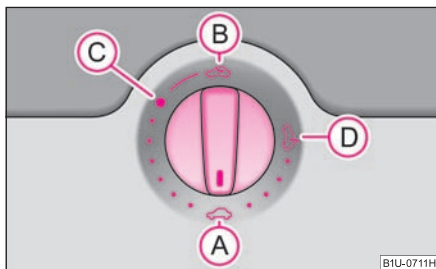

Fig. 37 Conmutador giratorio para el techo corredizo/elevable eléctrico
El techo corredizo/elevable se maneja con el conmutador giratorio ⇒ fig. 37 y sólo funciona estando conectado el encendido. El conmutador giratorio tiene varias posiciones.
- Gire el conmutador a la posición **(C)** ⇒ fig. 37.
- Gire el conmutador a la posición **A** ⇒ fig. 37.
El techo corredizo/elevable está equipado con un limitador de fuerzas. Si un obstáculo (p. ej., hielo) impide el cierre, el techo corredizo/elevable se parará y se abrirá completamente. Puede cerrar por completo el techo corredizo/elevable sin limitación de fuerza, pulsando el interruptor en la posición **A** ⇒ página 45, fig. 37 delantera hasta que el techo corredizo/elevable esté completamente cerrado ⇒ **⚠**.
Tras cada accionamiento de emergencia (con la llave Allen) se debe colocar el techo corredizo/deflector en la posición básica. Por ello, se deberá colocar el conmutador giratorio en la posición **A** ⇒ página 45, fig. 37 y presionar hacia delante durante unos 10 segundos. ■